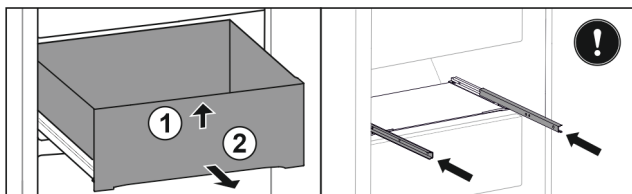

Fig. 28 *
- ▶ Zásuvku nadzvedněte vpředu Fig. 28 (1).*
- ▶ Odeberte směrem dopředu Fig. 28 (2).*